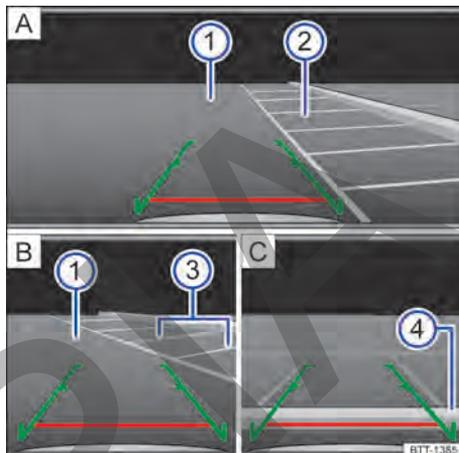

Fig. 107 Visualización del display del sistema de radio: estacionar con la cámara de marcha atrás.
Leyenda para **fig. 107**:
- Colocar el vehículo delante de la plaza de estacionamiento → **fig. 107** **2** **A**.
- Alinear el vehículo en la plaza de estacionamiento seleccionada de modo que las guías verdes laterales queden sobre las líneas de límite lateral ③ [B].
- Detener el vehículo cuando la línea roja alcance el límite trasero ④ [C].